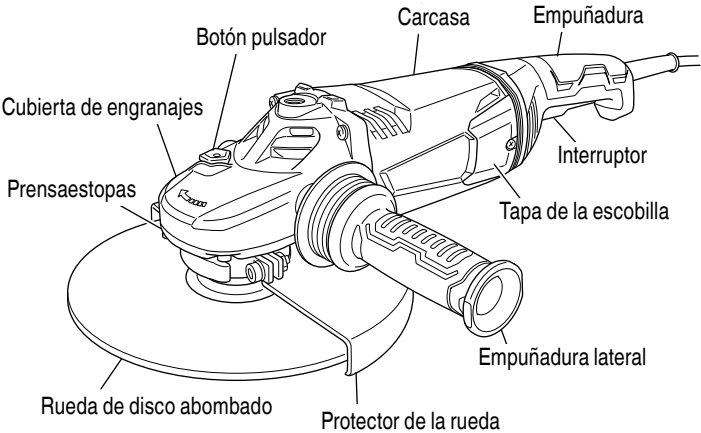

Fig. 1
- Sujete firmemente la amoladora mediante su empuñadura y el asa lateral (Fig. 1). La amoladora producirá una contrafuerza que habrá que controlar sujetándola firmemente.